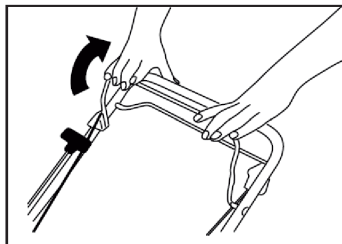

Рис. 13
2. Нажмите и удерживайте рычаг останова двигателя (Рис. 13).